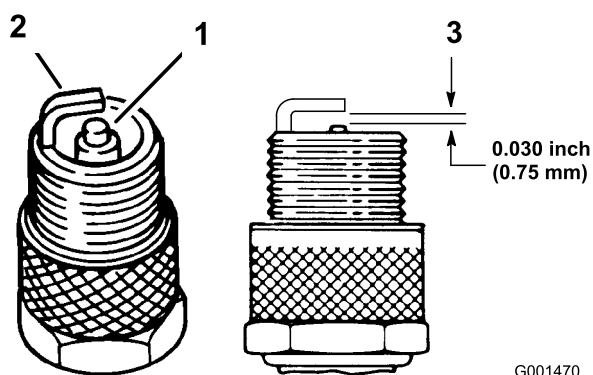

Figure 30
3. Contrôlez l'écartement entre l'électrode centrale et l'électrode latérale (Figure 30). Courbez l'électrode latérale (Figure 30) si l'écartement est incorrect.
3. Connectez les bougies (Figure 30).
1. Examinez le centre des bougies (Figure 30). Si le bec de l'isolateur est recouvert d'un léger dépôt gris ou brun, le moteur fonctionne correctement. S'il est couvert d'un dépôt noir, c'est généralement signe que le filtre à air est encrassé.